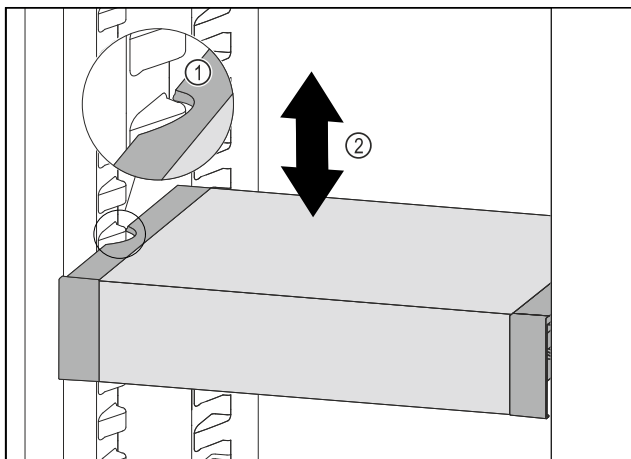

Fig. 51
- ▶ Изтеглете VarioSafe напред, докато страничните прорези на VarioSafe се намират на височината на реброто на съда в хладилната част. Fig. 51 (1)
- ▶ Преместете VarioSafe нагоре или надолу в хладилната част, докато се достигне желаната височина. Fig. 51 (2)